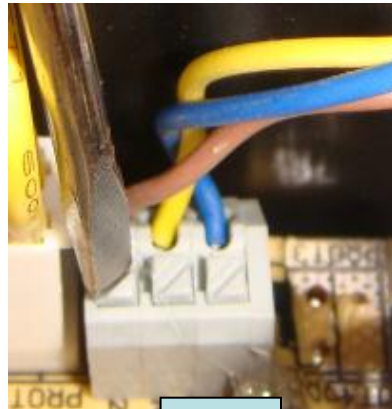

Abb. 2
2. Ziehen Sie das LED Kabel durch die Plastikmutter und Öffnung der 2. Klemme nach Abb.2 durch.